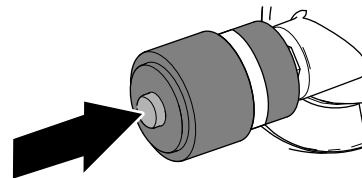

Figure 116
1. Si une bande rouge est visible dans l'indicateur de colmatage, appuyez sur le bouton de réinitialisation au bout de l'indicateur (Figure 116).